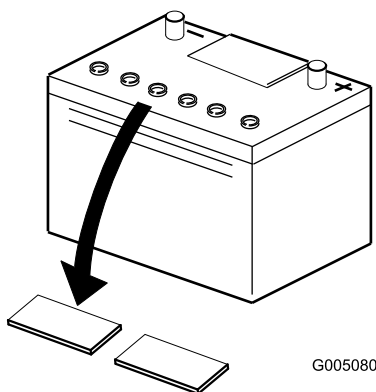

Figura 3
2. Limpe a parte superior da bateria e retire as proteções das aberturas de ventilação (Figura 3).